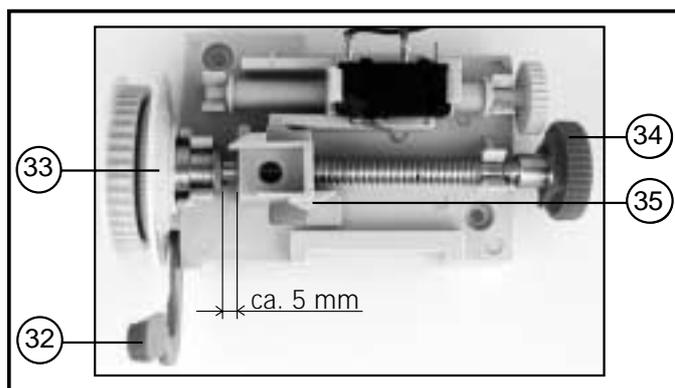

Fig. 6: Regolazione del punto di riferimento (il portone è chiuso)
- Sbloccare la vite di regolazione, posizionando in avanti la leva di folle rossa (32) e spingere il disco (33) verso destra (vedere fig. 6).
- Girare la rotella zigrinata (34) in senso orario fino a che il cursore azzurro (35) non si trova, ad una distanza di 5 mm dal colletto della vite di regolazione (vedere fig. 6).